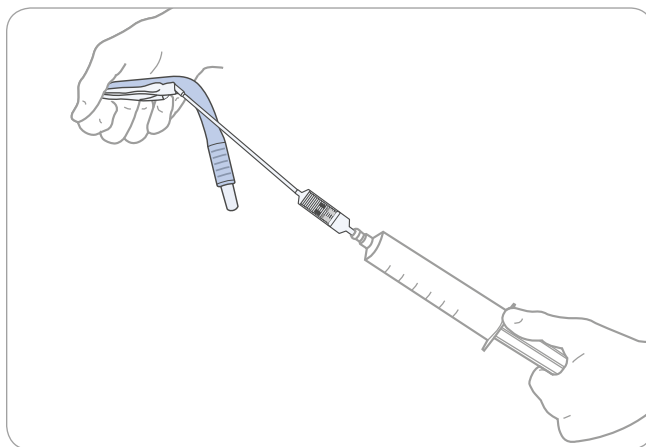

Рис. 7. Сдувание маски LMA® Gastro™ Cuff Pilot™
2. При сдувании манжеты удерживайте устройство так, чтобы его дистальный конец был немного загнут вперед, как показано на **рис. 7**.